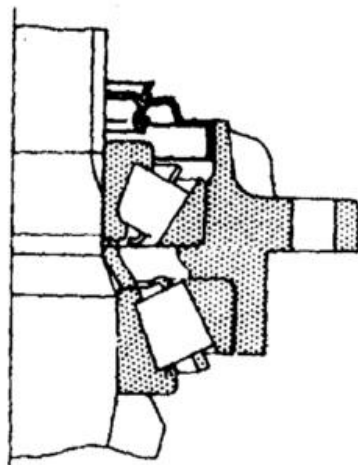

图 7-5
- (7) 调整好预紧力后, 拆解开槽螺母、垫圈和突缘, 将油封总成装到轴承座上(图 7-5);